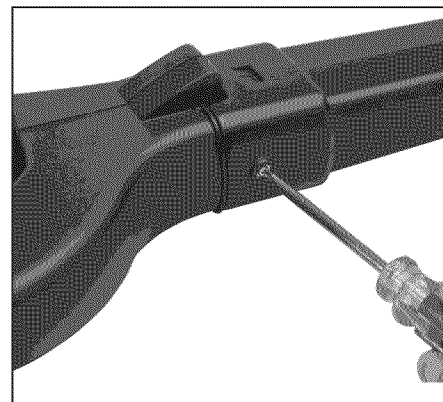

Figure 2-Fixez au moyen des vis d'installation.
2. Fixez au moyen des deux vis d'installation. (voir la Figure 2)